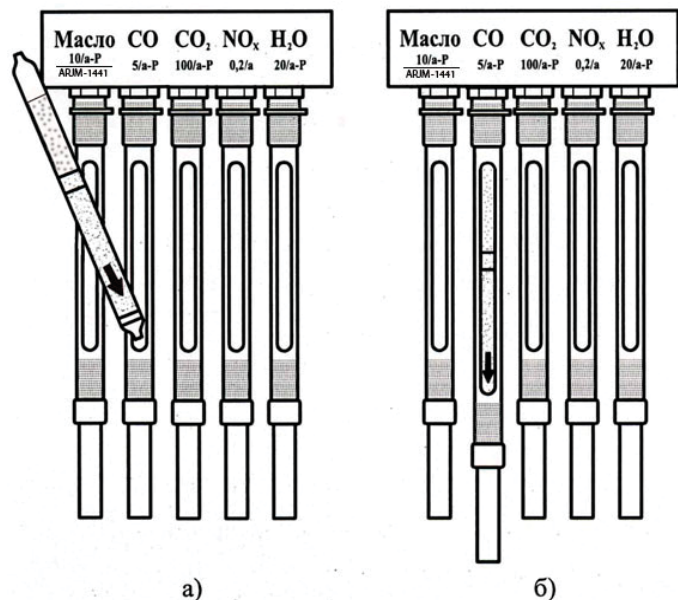

Рисунок 8
- вставить индикаторную трубку в держатель с маркировкой « CO », направляя стрелку на трубке от коллектора (рисунок 8);